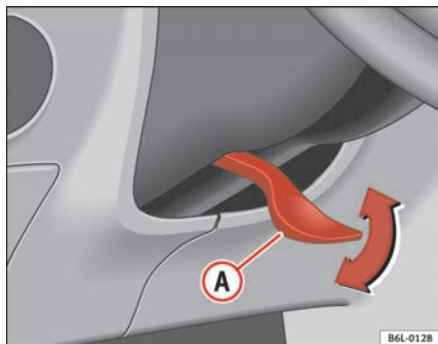

Abb. 97 Lenkradposition einstellen
- Schwenken Sie den Hebel **A** ⇒ Abb. 97 unter der Lenksäule nach unten ⇒ ⚠.